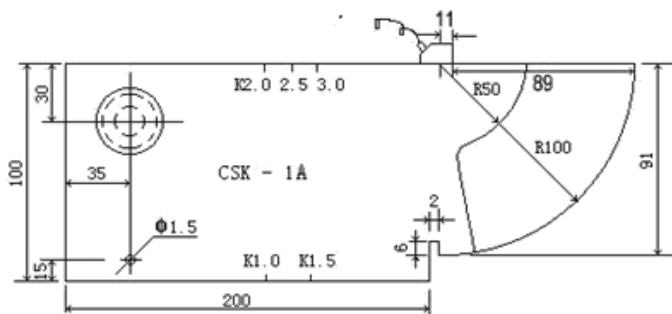

图 4-4
- 3、校准探头前沿：将探头放在试块上并移动，使得R100mm的圆弧面的反射体回波达到最高，用直尺量出探头前端面89mm，此时探头的前沿值为100-89=11mm。如图4-4所示，之后按  键进入